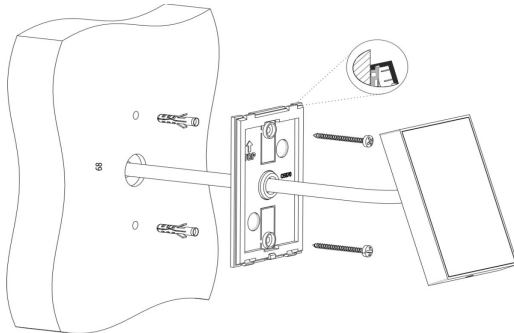

Abb. 2: Installation des Kartenlesers
3. Richten Sie den Kartenleser an der Oberkante der Halterung (siehe Abbildung 2) aus und klicken Sie sie ein.
4. Sichern Sie den Kartenleser mit der Verriegelungsschraube (4).